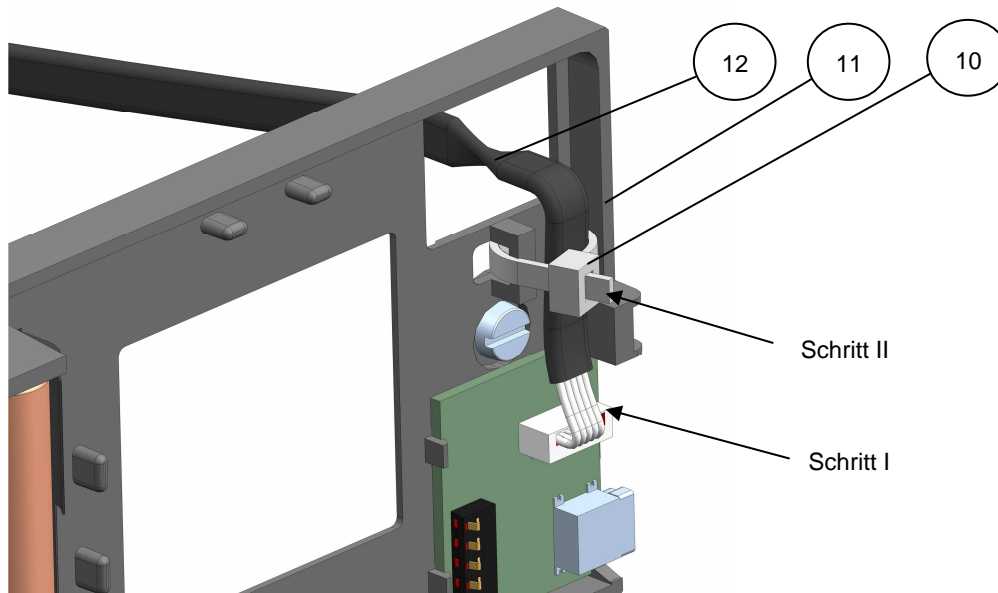

Abbildung 20: Verbindungskabel von der Eingabeeinheit zum Schloss
Verbindungskabel (12) mit dem grünen „Ministecker“ (JST 5-polig) auf der Leiterplatte des Basisteils (11) aufstecken (siehe Abbildung 20, Schritt I).
Das Verbindungskabel (12) nun wie in Abbildung 20 Schritt II dargestellt mit dem Kabelbinder (10) als Zugentlastung fixieren.